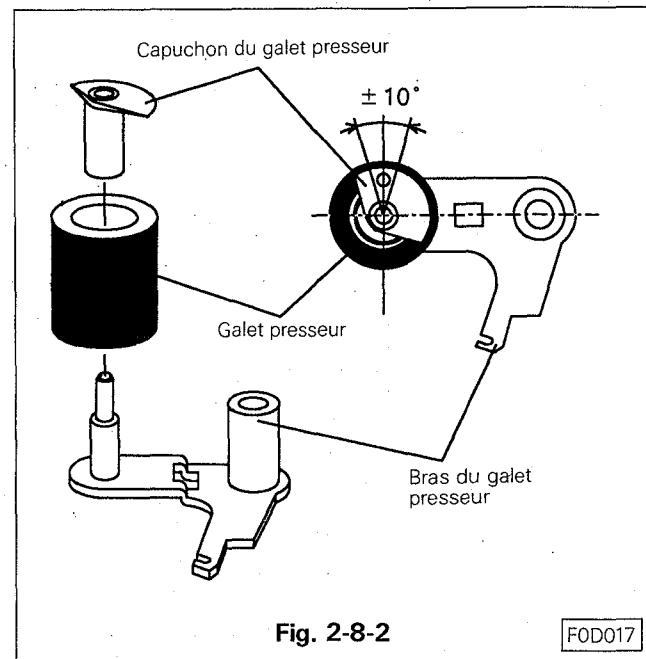

Fig. 2-8-2
- Retirer le capuchon et le galet presseur. (Voir Fig. 2-8-2)
- Remettre le capuchon et replacer le galet presseur sur le bras. Positionner le capuchon suivant la Fig. 2-8-2.